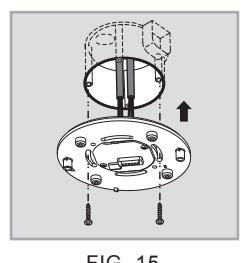

FIG. 15
3.3.3.3 Passa strömförslingslädan i standardkopplingsdosan och fixera dem med två skruvar (se FIG. 15).